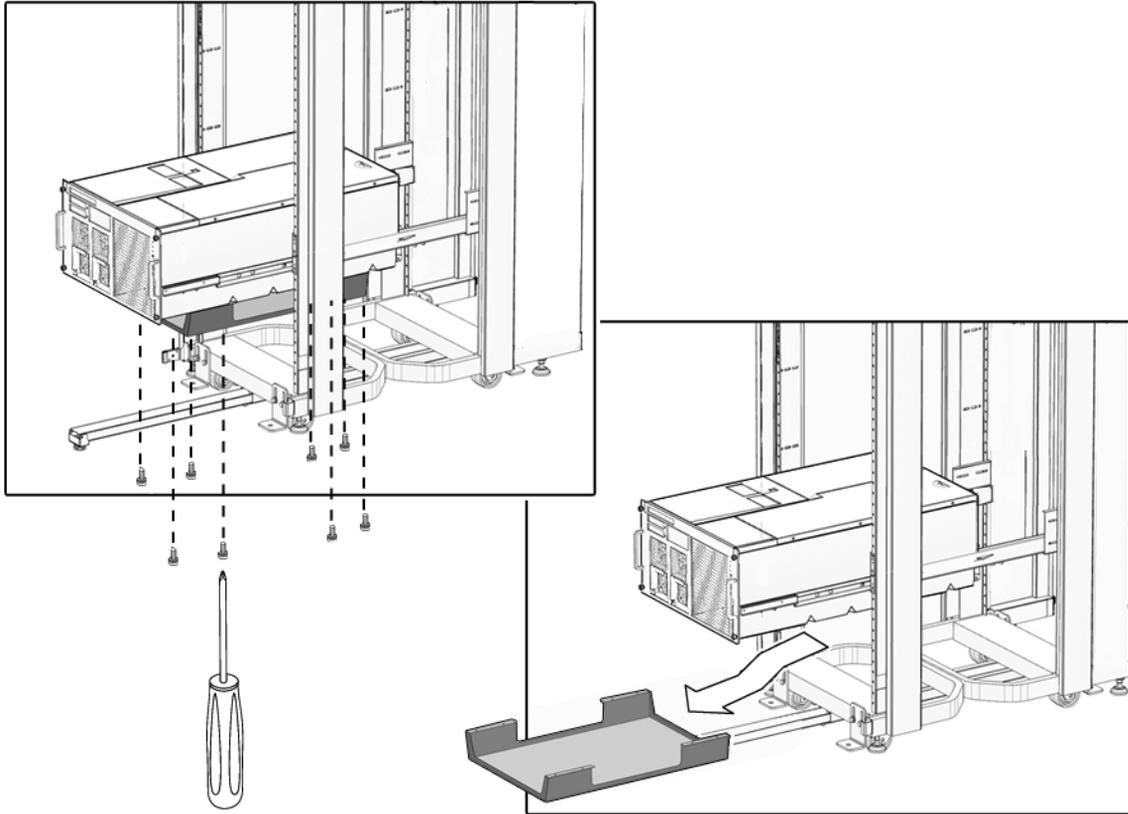

FIGURE 2-6 Retrait de la plinthe
8. Retirez la plinthe au bas du serveur. (FIGURE 2-6)